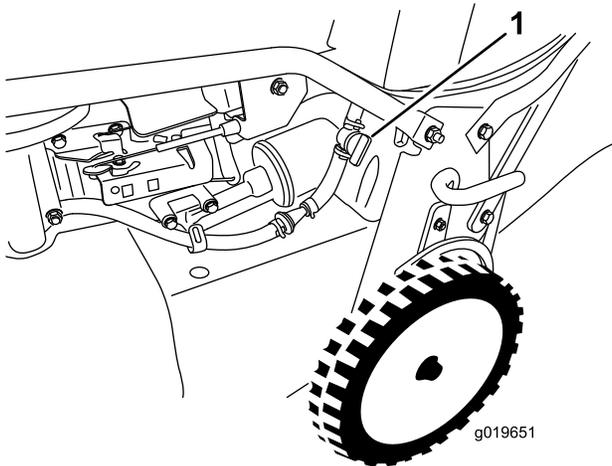

Figura 19
2. Abra a válvula de bloqueio do combustível (Figura 19).